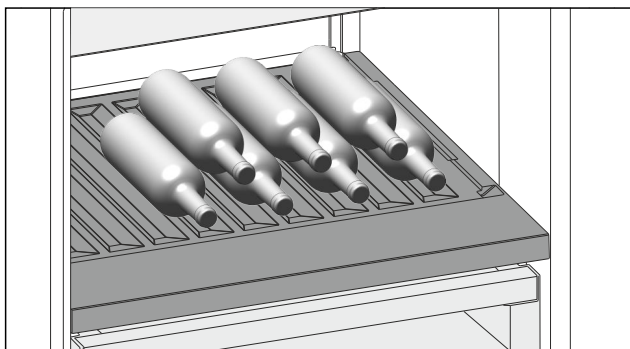

Fig. 162 Ilustrační zobrazení
- ▶ Láhve ukládejte dnem dozadu k zadní stěně. (viz Fig. 162)